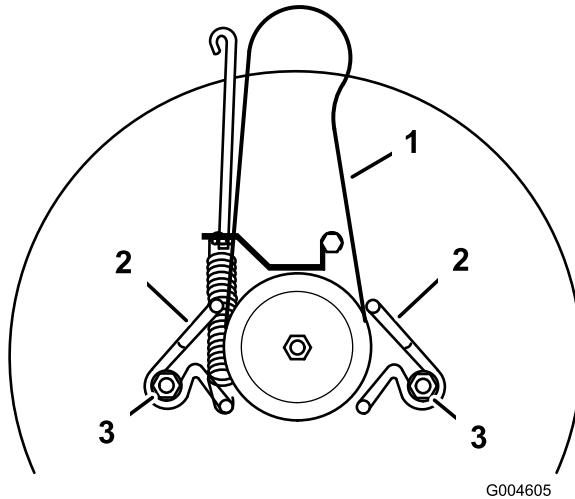

Figure 34
2. Desserrez les boulons de montage des guides de courroie et écartez les guides de la poulie (Figure 34).
1. Placez la courroie d' entraînement de la lame de rechange sur la poulie et dans les guides (Figure 34).
2. Réglez les guides de courroie à 3 mm de la poulie. Resserrez les boulons de montage (Figure 34).